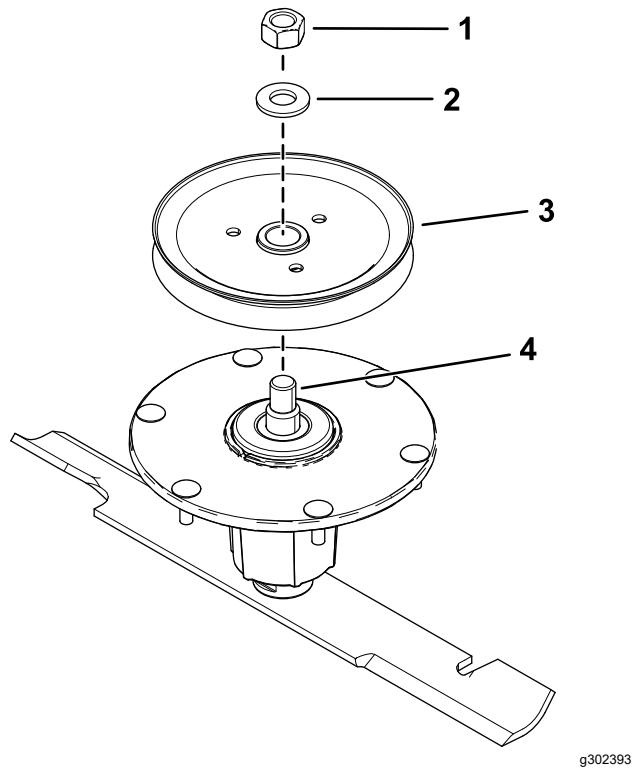

Figura 6
2. Rimuovete il dado superiore, la rondella e la gola dall'alberino (Figura 6).